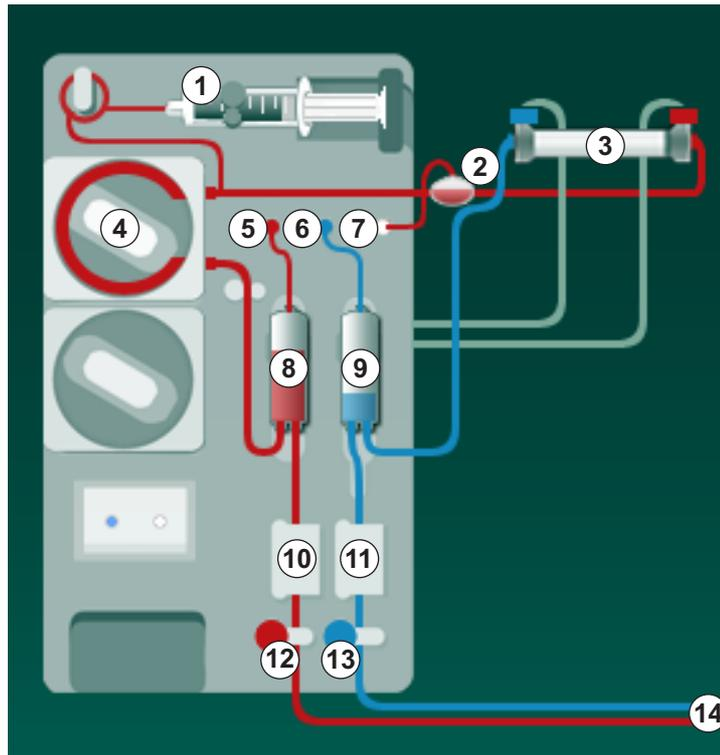

Fig. 9-3 Insertion du système de lignes à sang - Simple Aiguille Cross-Over
1. Fixer le dialyseur (Fig. 9-3, ③) dans le support de dialyseur (voir la section 5.6 Connexion du dialyseur (100)).